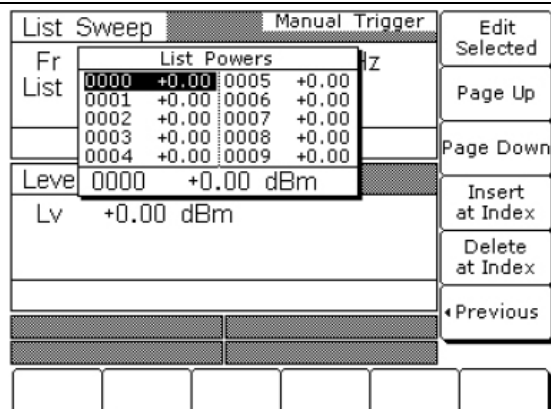

Рис. 3-41. Меню незатухающих колебаний (CW)
После этого необходимо нажать многофункциональную клавишу **CW** в нижней части экрана. На экране отобразится меню незатухающих колебаний (CW) (Рис. 3-41).